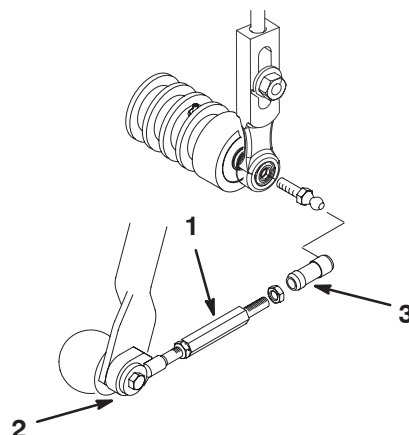

Figure 19
6. Repoussez le manchon sur chaque douille de rotule et accrochez la douille de l'unité de coupe (Fig. 19).